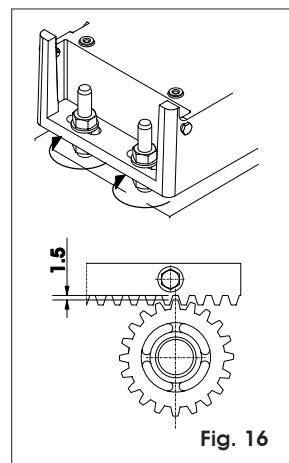

Fig. 16
- Au terme de l'installation de la crémaillère, pour garantir un engrenement correct avec le pignon, il est recommandé d'abaisser d'environ 1,5 mm (Fig.16) la position du motoréducteur.